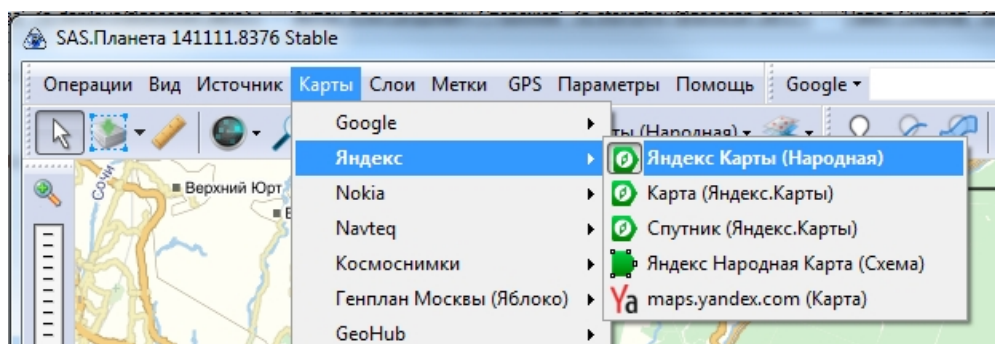

Рис. 18: Выбор типа карты в SAS.Planet
1. Запустите SAS.Planet, с помощью меню **Карты** выберите интересующий тип карты (рис. 18).